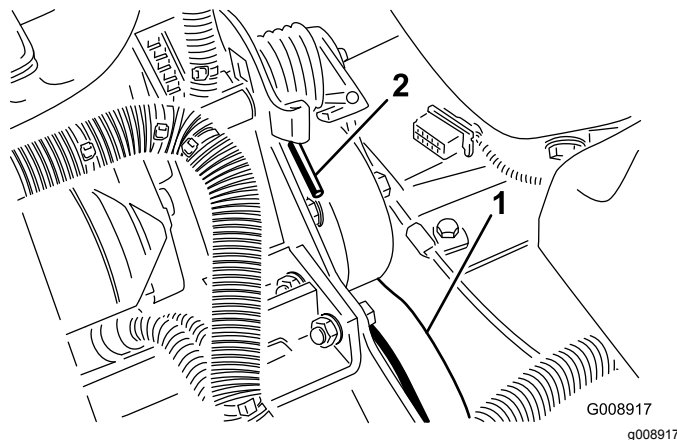

Figura 71
2. Premete l'estremità della molla e spingetela in avanti (Figura 71) per sbloccarla dalla staffa e rilasciare la tensione della molla.